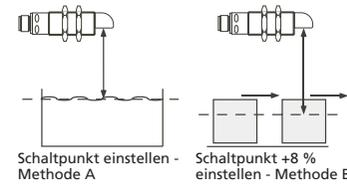

Abb. 3: Einstellung des Schalt-punktes bei unterschiedlicher Bewegungsrichtung des Objekts
standsmessung, ist so die eingelernte Entfernung des Niveau, bei dem der Sensor schalten soll, s. Abb. 3.
- Für die Abtastung von Objekten, die seitlich in das Schallfeld eintreten, sollte die Teach-in-Prozedur »Schalt-punkt +8 % einstellen – Methode B« gewählt werden. Es wird ein um 8 % größerer Schalt-punkt als die tatsächliche Entfernung zum Objekt eingestellt. Dies stellt auch bei geringfügigen Höhenschwankungen der Objekte einen stabilen Schalt-punkt sicher, s. Abb. 3.